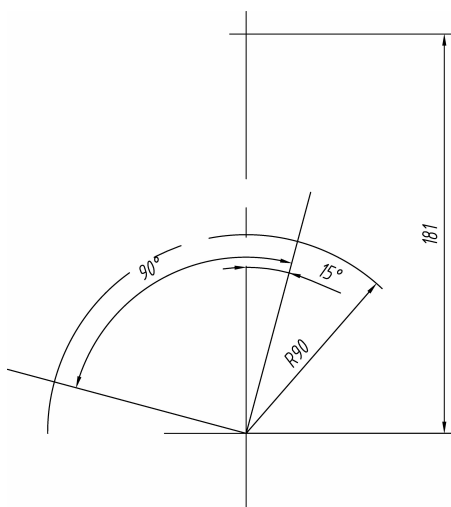

图 3-24 初始辅助图
- (1) 建立相应图层和样式等。
- (2) 根据所给的尺寸画出中心线,如图 3-24 所示。